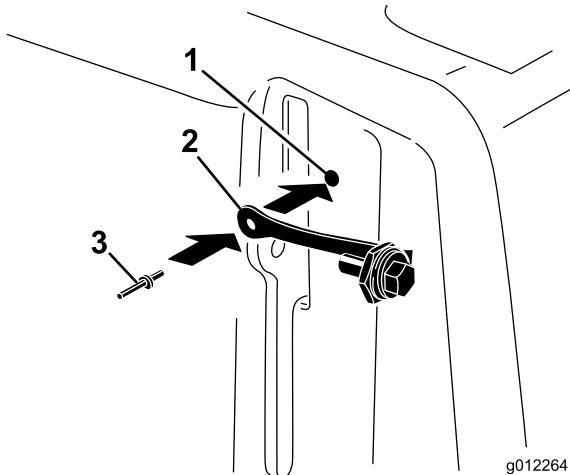

Figura 10
1. Localice el taladro de la cubierta de la correa, junto a la palanca de enganche(Figura 9 y Figura 10).
2. Usando el taladro de la cubierta de la correa, instale el conjunto de la trabilla con un remache ciego (Figura 10).